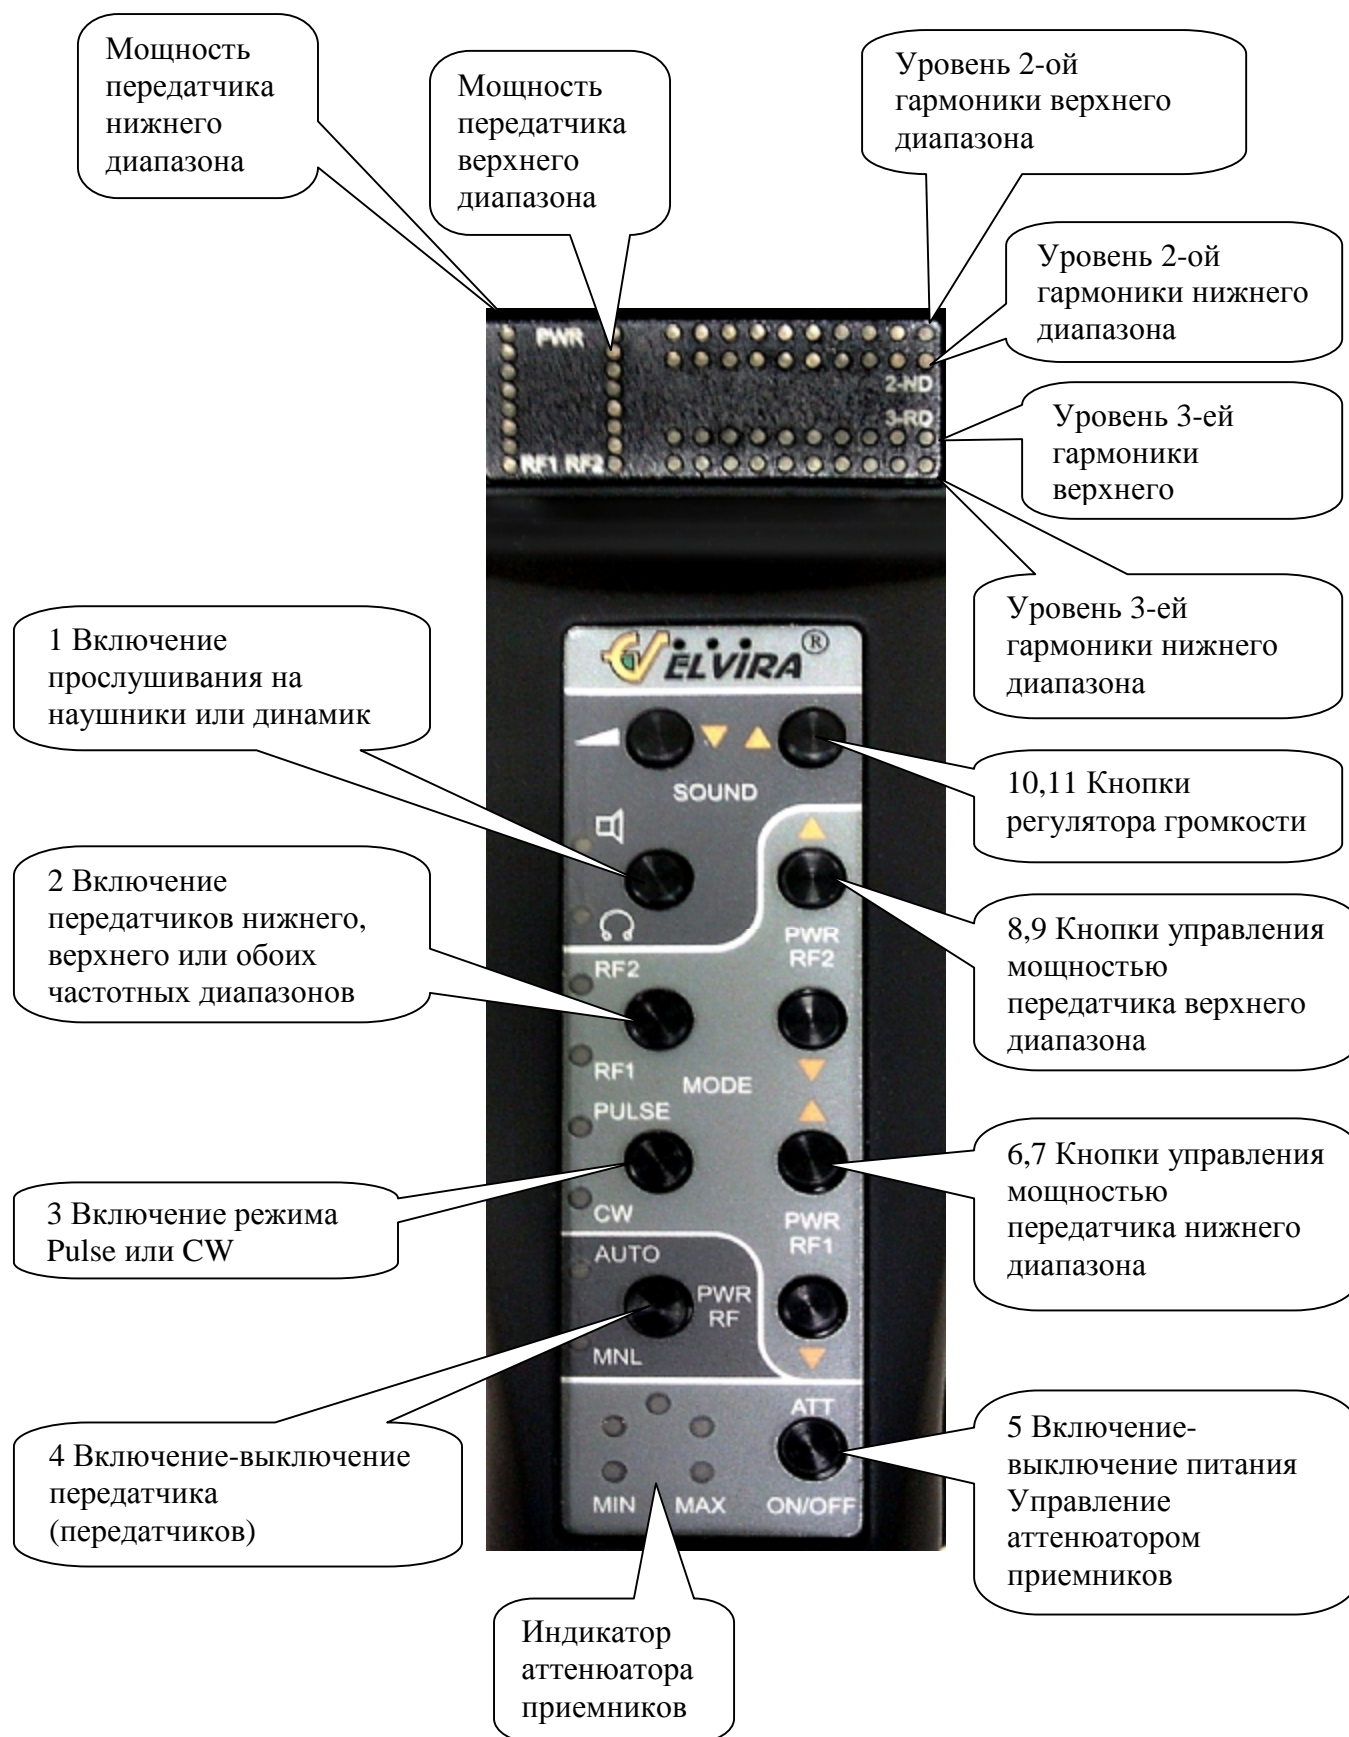

Рис. 3
**4.2.** Пульт управления предназначен для управления работой обнаружителя. Пульт расположен на ручке, в которую вставлен аккумулятор. В корпусе расположена плата управления, кнопки управления режимами работы и светодиоды индикации рабочих режимов. Пульт управления и назначение его кнопок показаны на рис. 3.
**6.2.** Включить обнаружитель кнопкой 5 (рис.3) на пульте управления. При этом на пульте управления засветятся четыре светодиода: RF1, RF2, PULSE и светодиод с динамиком. На каждой шкале индикатора уровня
**6.4.** Перед включением передатчиков зондирующих сигналов RF1 и RF2 пользователь может выбрать один из следующих режимов работы: оба передатчика будут включены или один из них. Для этого следует нажимать последовательно на кнопку 2 (рис. 3). При каждом нажатии загорается светодиод RF1, RF2 или оба. Оператор может регулировать мощность зондирующих сигналов RF1 и RF2, нажимая на соответствующие кнопки ▲ ▼ (больше, меньше) (кнопки 8, 9 и 6, 7 (рис.3)). При этом гаснет индикатор AUTO и зажигается MNL. В помещениях, где расположено большое количество электронных приборов, рекомендуется работать с пониженной мощностью зондирующего сигнала.
**6.7.** При необходимости прослушивания сигнала отклика на наушники, следует нажать на пульте управления кнопку 1 (рис.3) и включить приемное устройство ПРМ (п 4.4).